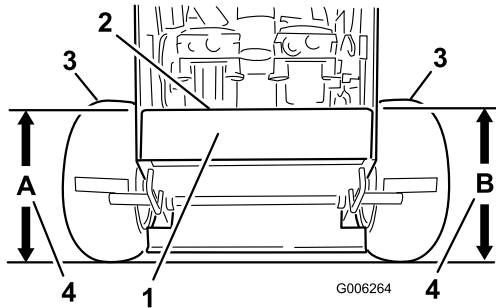

Figura 56
4. Misurate l'altezza della scocca del motore al punto **A** (Figura 56).
5. Misurate l'altezza della scocca del motore al punto **B** (Figura 56).